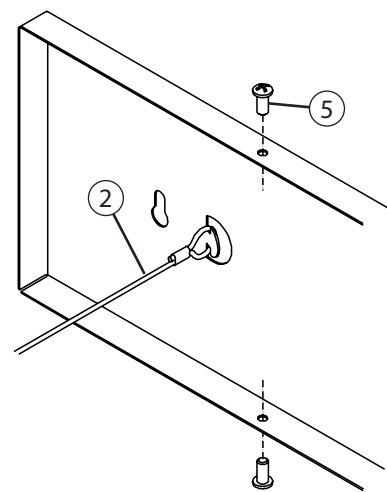

Figure 2
8. Tenir le boîtier d'assemblage (4) à proximité de la plaque arrière (1), puis raccorder les extrémités des câbles d'attache (7) à la plaque arrière (1). Voir la figure 2.
8. Hold the Housing Assembly (4) near the Backplate (1), then hook the ends of the Tether Cables (7) onto the Backplate (1). See Fig. 2
8. Sostenga el conjunto de la carcasa (4) cerca de la placa posterior (1), luego enganche los extremos de los cables de amarre (7) en la placa posterior (1). Consulte la Fig. 2.